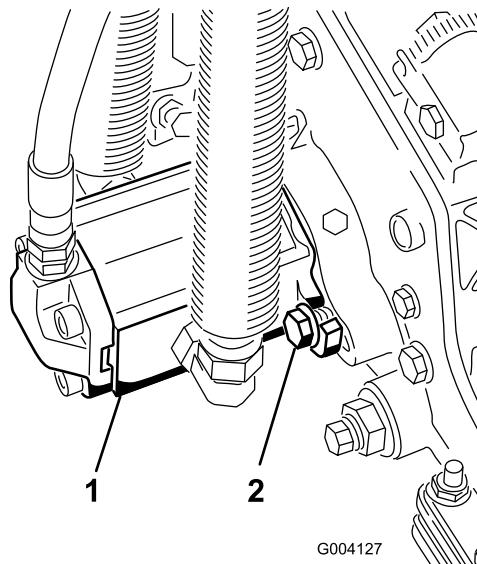

**Figure 13**
12. Fixez la chaîne du bras de relevage au support de la chaîne avec la goupille à fermoir (Figure 13). Utilisez le nombre de maillons mentionné dans le *Manuel de l'utilisateur* du plateau de coupe.